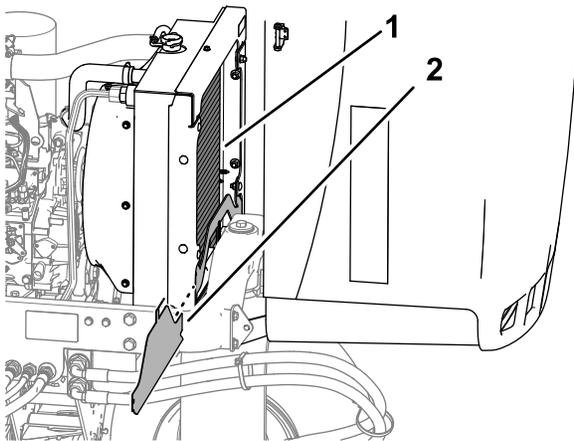

Figure 78
4. Déposez la protection inférieure du radiateur (Figure 78).
5. Nettoyez soigneusement les deux côtés du radiateur avec de l'eau ou de l'air comprimé (Figure 78).